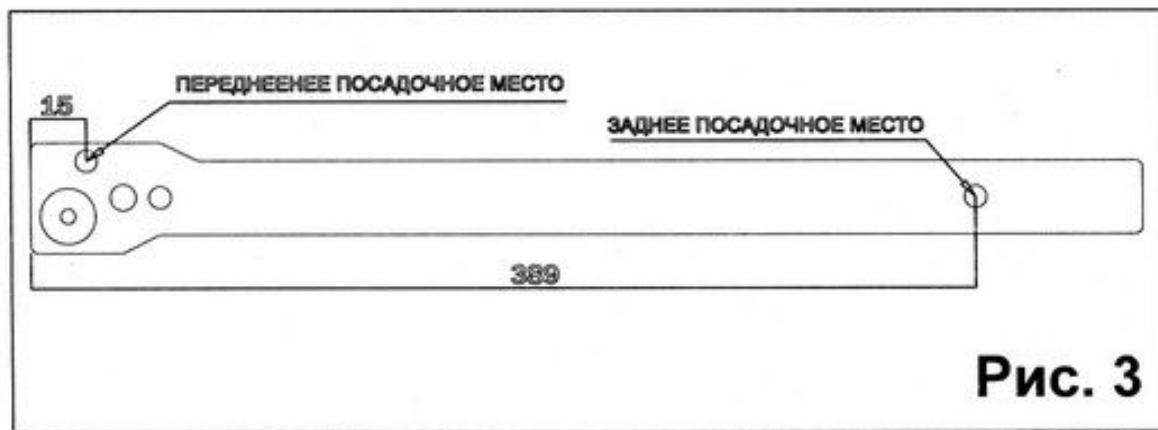
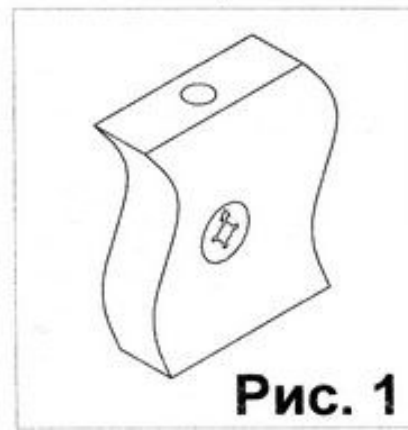

Рис. 3
Рис. 1
1. Забить шканты (1) в детали 5, 4, 7, 3. Вставить стяжки -растекс (3) в детали 1, 2, 4, 7, 3 (см. рис.1) Закрутить в детали 7, 3 и 4 2 стойки стяжки усиленной (14) .Прикрутить направляющие (7) к боковинам 1 и 2 только на задние посадочные места (см. рис.3) ,рисунок находится на листе с фурнитурой. Соединить полку нижнюю 5 с боковинами 1 и 2. Фиксацию деталей произвести при помощи евровинтов (2) Присоединить к деталям 1 и 2 полку среднюю 6, при помощи стяжек-растекс (3) , и шкантов (18) .
Взять стенку заднюю выдвигающего ящика 13 и забить в соответствующие отверстия шканты (1). Соединить боковины ящика 11 и 12 с задней стенкой 13. Фиксацию производить при помощи евровинтов (2). Далее положить каркас ящика на заднюю стенку 13 и забить шканты (1) в соответствующие торцевые отверстия на боковинах ящика, 11 и 12 и вставить стяжки растекс (3) (см.рис.1). После этого вставить дно ящика 19 в пазы на каркасе ящика, таким образом, чтобы дно ящика вошло в паз на стенке задней ящика 13. Далее закрутить в переднюю панель ящика 14 в